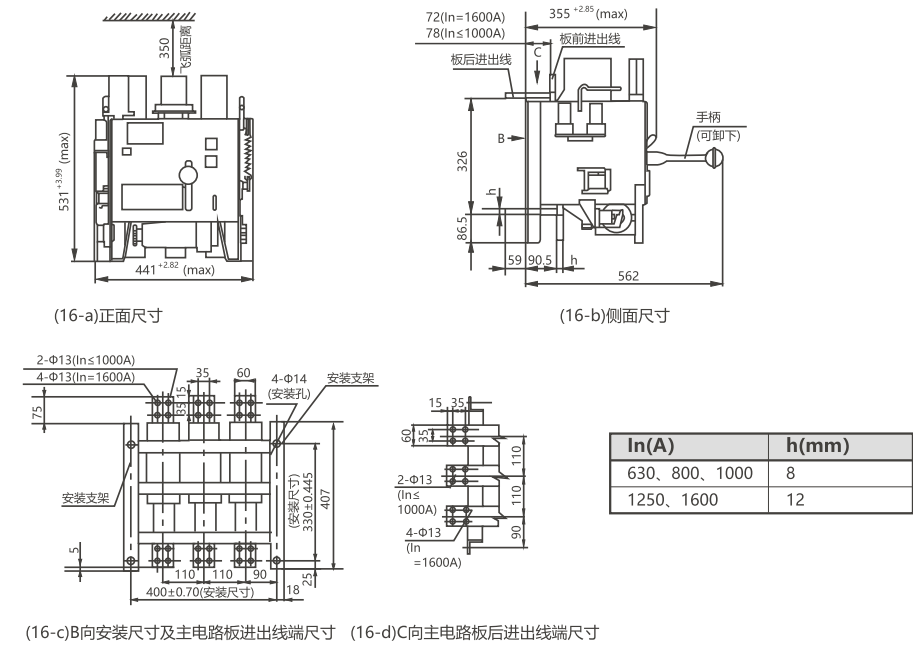

图16 DW15-1600断路器的外形尺寸及安装尺寸
6.1 DW15-1600断路器外形尺寸及安装尺寸见图16（注：飞弧区不得有异物）
7.2.4 DW15-1600断路器手动操作时，将手柄插入面板长槽孔与棘轮手柄相连（见图11和图16-（b）示意），断路器有预储能要求时上下扳动进行储能，扳至“储能”显示即可。然后操作“1”（按下）按钮，断路器应可靠合闸。若断路器无预储能要求时，手柄扳至储能结束后，断路器即刻自动合闸。